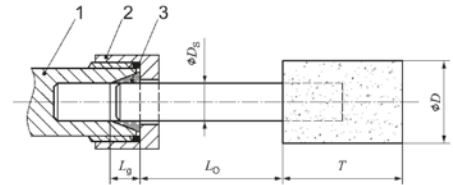

Bild 1: Einspannlänge von Spannutter und Spannanzange
- Achten Sie darauf, dass die zulässige Drehzahl bei Kleinschleifkörpern aufgrund der Erhöhung der Länge des Schaftes zwischen dem Spannanzengende und dem Kleinschleifkörper herabgesetzt werden muss (Überhang). Das Einhalten der minimalen Einspannlänge von 10 mm ist sicherzustellen. (Siehe Bild 1 und die Empfehlungen des Herstellers von Kleinschleifkörpern).